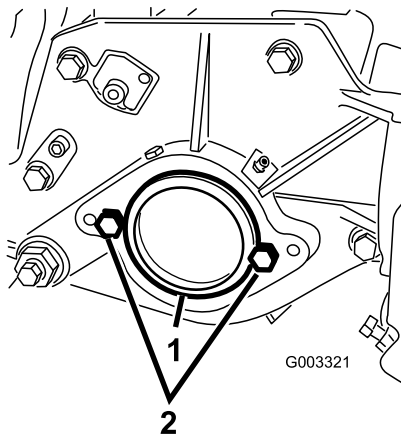

Figura 7
3. Sul lato destro dell'apparato di taglio, togliete il tappo in plastica dall'alloggiamento del cuscinetto (Figura 7).
4. Togliete le 2 viti a testa cilindrica dalla piastra laterale destra (Figura 7).
1. Tappo in plastica 2. Vite a testa cilindrica (2)
6. Montate, senza stringere eccessivamente, le 2 viti di montaggio del motore del cilindro sulla piastra laterale sinistra dell'apparato di taglio (Figura 7).